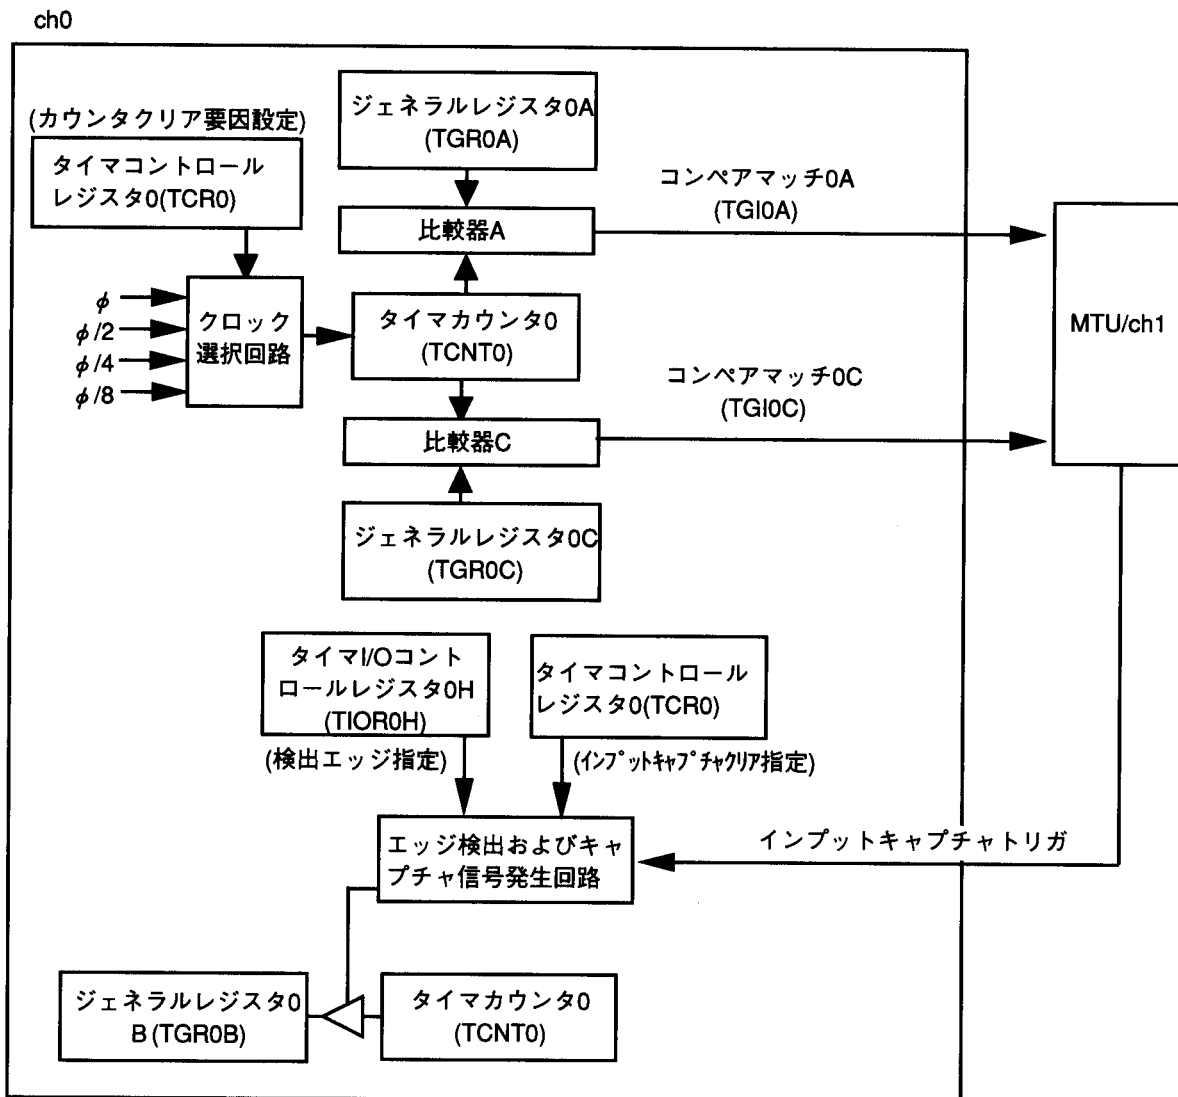

図2.7.2 MTU/ch0ブロック図
- (1) 本タスク例では、MTUのch1をアップ/ダウンカウンタとして使用し、TGR0A/Bに測定時間を設定します。TGR0A/Bのアウトプットコンペアをトリガとしてch1のインプットキャプチャで制御周期時のTCNT1の値を取り込みます。また、ch0のインプットキャプチャを用いてch1のカウンタ入力クロック幅を取り込みます。
- (a) 図2.7.2にch0のブロック図を示します。ch0では、以下の機能を使用して測定時間毎にch1のインプットキャプチャのトリガを出力します。ch1はインプットキャプチャ信号入力時にTCNT1の値を測定します。